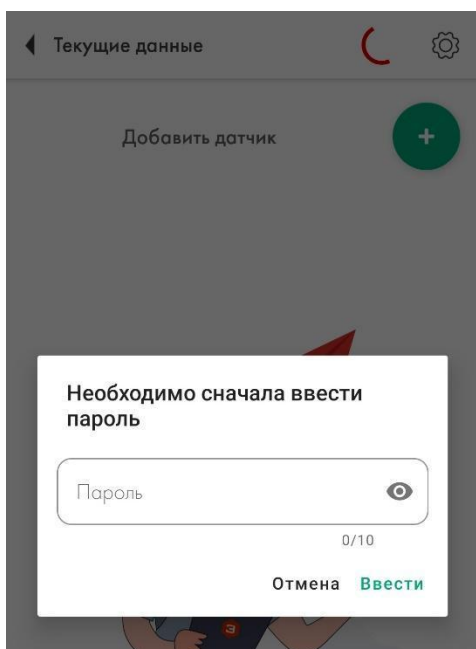

Рисунок 8 – Привязка датчика к адаптеру
2.3.9 При нажатии на кнопку добавления датчика «+» появится окно с запросом на введение пароля (рис. 8). Необходимо ввести пароль (размер до 10 символов) и нажать кнопку «Ввести».